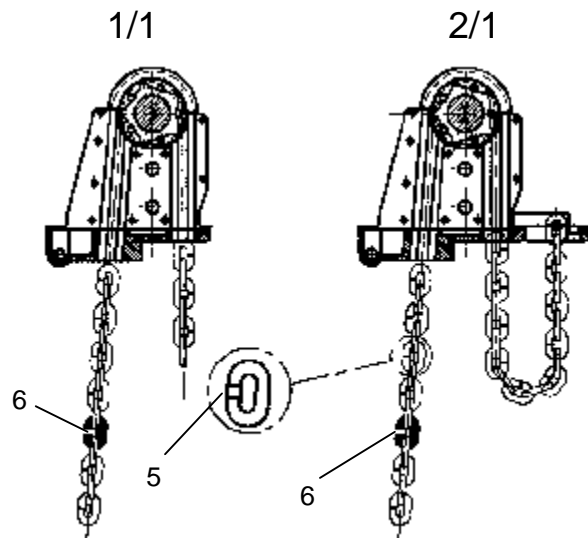

Bild 16
- Neue Kette mittels eines C-Gliedes (**Bild 16, Pos. 6**) an die Kette anhängen.
- Die Lage der Schweißnaht (**Bild 16, Pos. 5**) ist entsprechend zu beachten.